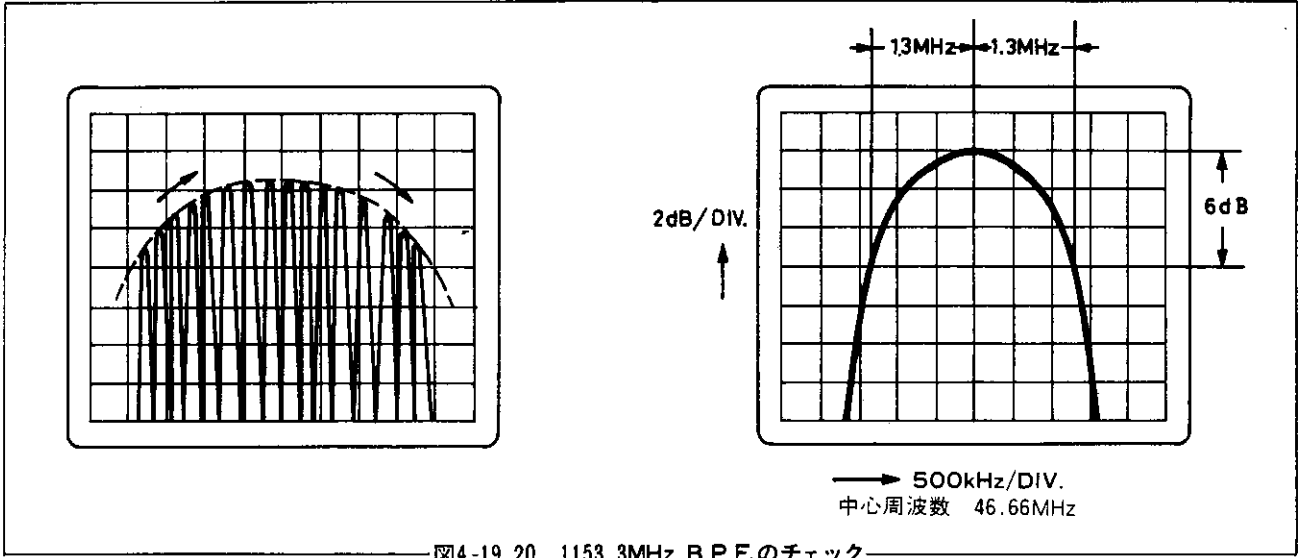

図4-19,20 1153.3MHz B.P.F.のチェック
4. 再びIF OUTPUT (J46) にスペクトラム・アナライザを接続します。スペクトラム・アナライザの管面上で波形が移動しますが、その波形のピークの連なりが1153.3MHz B.P.F.の周波数通過特性です。〔図4-19〕